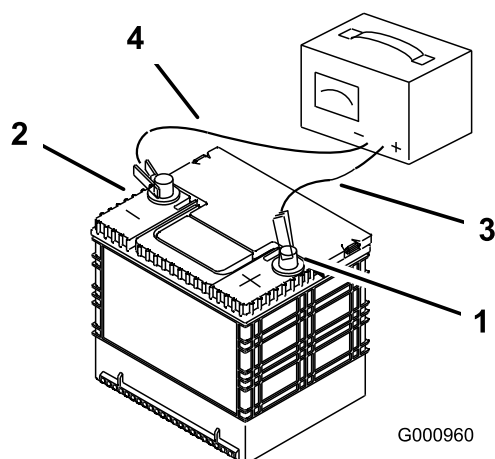

Figura 53
- Quando la batteria è completamente carica, staccate il caricabatterie dalla presa elettrica e scollegate i cavi di ricarica dai poli della batteria (Figura 53).